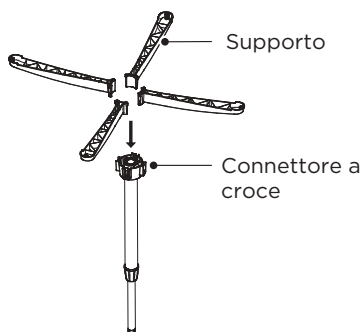

Fig.2
- 2 Inserire 4 supporti nel connettore della base a croce. Assicurarsi che i supporti siano ben fissati nel connettore. (Fig.2,3).